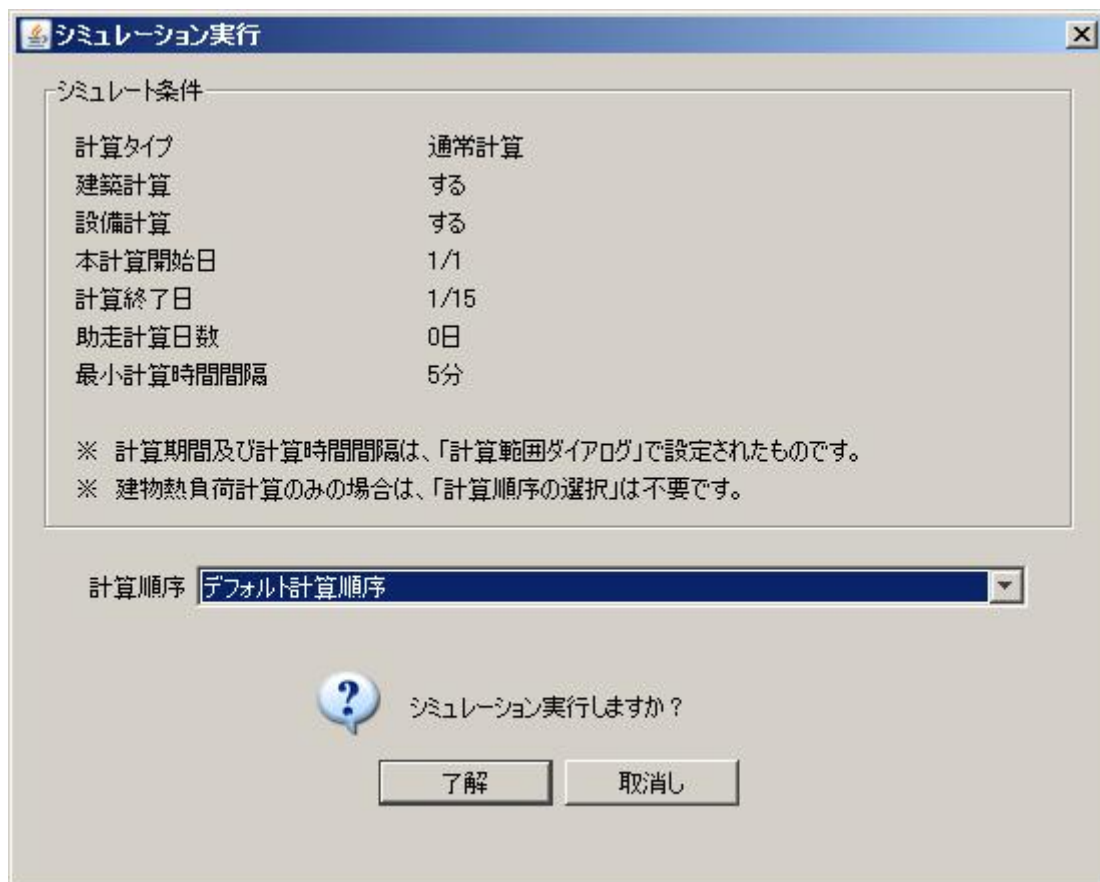

図 2-3 計算順序の選択、シミュレーション実行の画面
4)計算実行(E)の「シミュレーションの実行」を押すと下記図 2-3 の画面となり、計算順序を選択し「了解」を押すと計算が開始される。